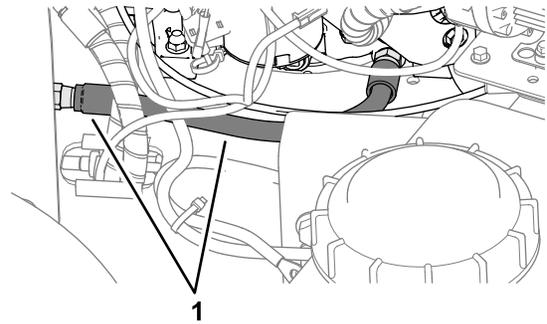

Figure 74
- Rangez le tube de vidange comme montré à la Figure 74.